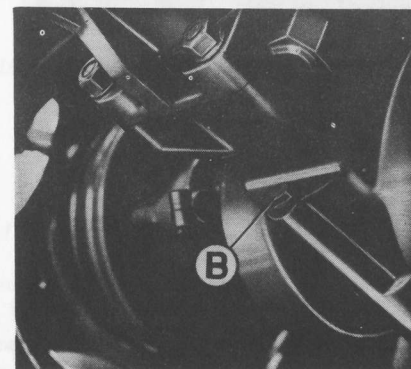

Fig. 17 - Bouchon de vidange du pont AV
La vidange doit être faite lorsque le tracteur est encore chaud, ceci pour faciliter l'écoulement de l'huile par le bouchon fileté (B), Fig. 17, qui se trouve sur le carter de la boîte, au point le plus bas.
- 2) dévisser le bouchon de vidange (B), Fig. 17,
- 3) attendre que toute l'huile usagée se soit écoulée par l'orifice du bouchon de vidange (B),
- 4) revisser le bouchon (B),
- 5) introduire par l'orifice du bouchon de remplissage (A) 9 litres d'huile ESSO GEAR OIL S.A.E. 90.